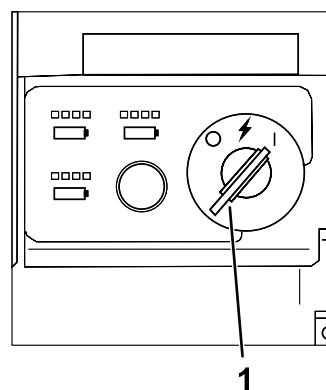

Figure 13
4. Tournez la clé à la position CONTACT pour démarrer le moteur (Figure 13).